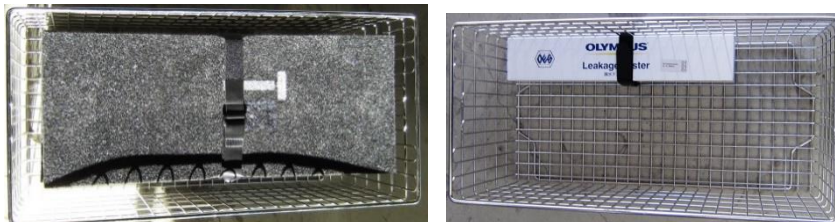

Abb. 8: Wartungspumpe und Dichtigkeitstester gepackt in je einen Sterilgutkorb 1 StE
- ◆ Befestigen Sie die Schaumstoffschachtel T inkl. Wartungspumpe und Deckel mit einem Klettband in einem Sterilgutkorb 1 StE (siehe Abb. 8:).